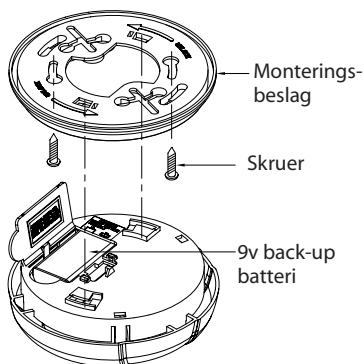

Fig. 8
- Monter røgalarmen på monteringsbeslaget . se fig. 8